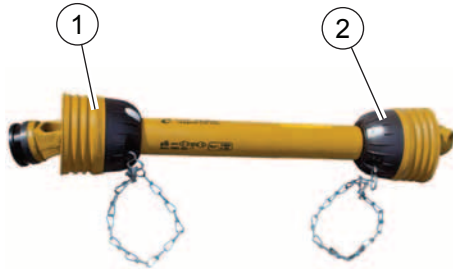

FIG. 17
- Schutzvorrichtungen an der Gelenkwelle der Traktorseite (1, "Fig. 17") und Maschinenseite (2), einschließlich den Halterungsketten.